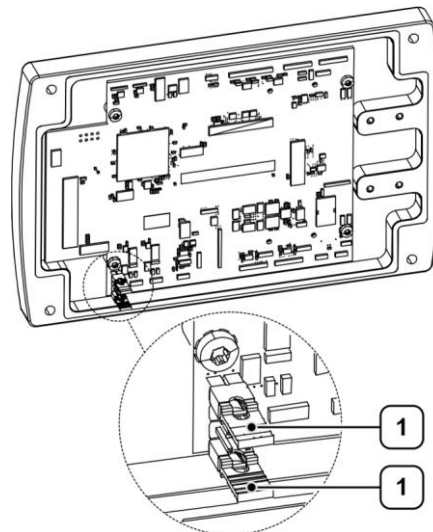

Figure 34: Mise en place des ponts enfichables (exemple)
- ▷ Placez les deux ponts enfichables sur les positions correspondantes de la carte principale (voir "Figure 34: Mise en place des ponts enfichables (exemple)").